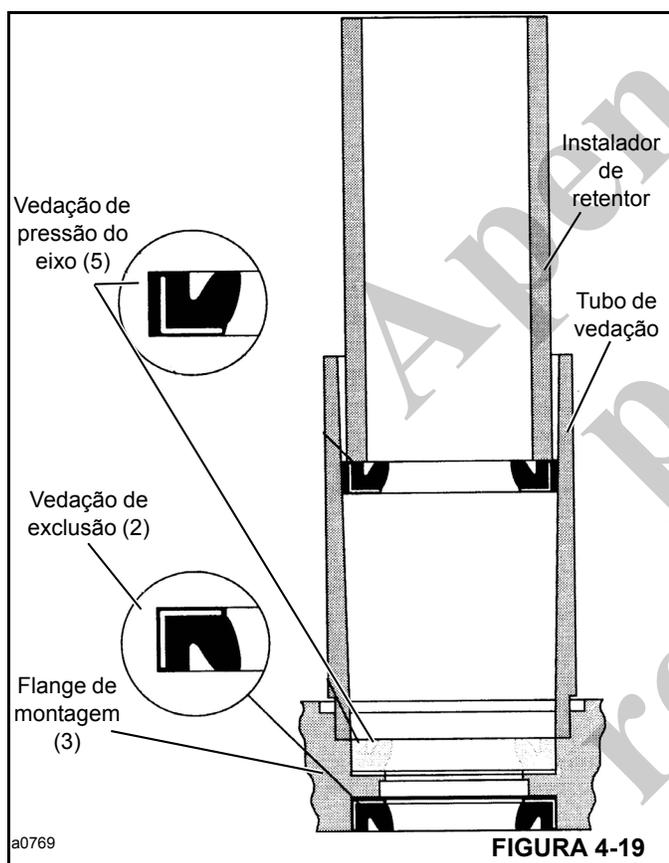

FIGURA 4-19
4. Verifique visualmente as sedes de vedação no flange de montagem (3) para determinar se há riscos ou outras marcas que possam danificar as vedações (5). Verifique se há trincas no flange (3) que possam provocar vazamentos.
5. Instale a vedação de exclusão (2, Figura 4-14) no flange (3), com os lábios da vedação voltados para fora. Consulte a Figura 4-19. Pressione com cuidado a vedação de exclusão até posicioná-la adequadamente.
6. Instale a vedação de pressão do eixo (5) no flange (3), com lábios de vedação voltados para cima, usando uma chave adequada. Consulte a Figura 4-19. Pressione com cuidado a vedação até posicioná-la adequadamente.